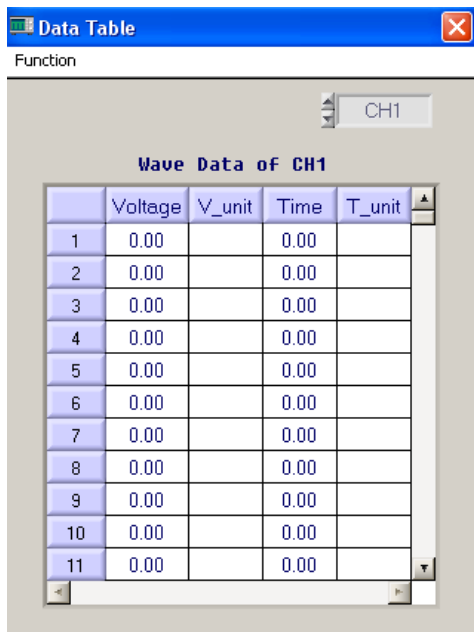

Рисунок 2-8
**c) Data table** (таблица данных): эта функция выводит на дисплей зависимость напряжения от времени ( $V=f(t)$ ) в осциллограмме в виде таблицы (рис. 2-8).